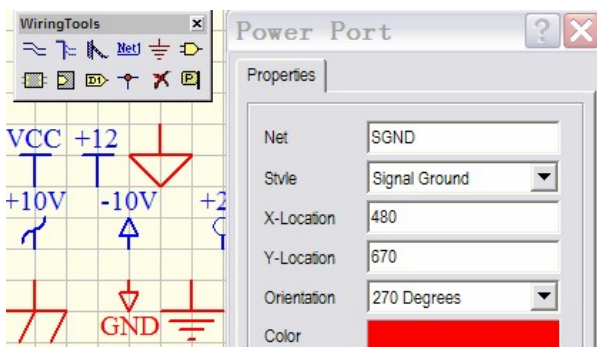

图 3-2 电源属性设置对话框
- ① 单击 WiringTools 工具栏中的  图标，如图 3-2 所示。
- ② 此时光标变成十字形，电源/接地符号处于浮动状态，与光标一起移动。
- ③ 可按空格键旋转、按 X 键水平翻转或按 Y 键垂直翻转电源/接地的方向。
- ④ 单击鼠标左键，放置电源/接地符号。
- ⑤ 系统仍为放置状态，可继续放置，也可单击鼠标右键退出放置状态。
如果电源/接地符号不符合要求，可双击电源/接地符号，弹出 Power Port 属性设置对话框，如图 3-2 所示，在该对话框中进行修改。或在电源/接地符号处于浮动状态时，单击键盘上的 Tab 键，在弹出的 Power Port 属性设置对话框中进行修改。